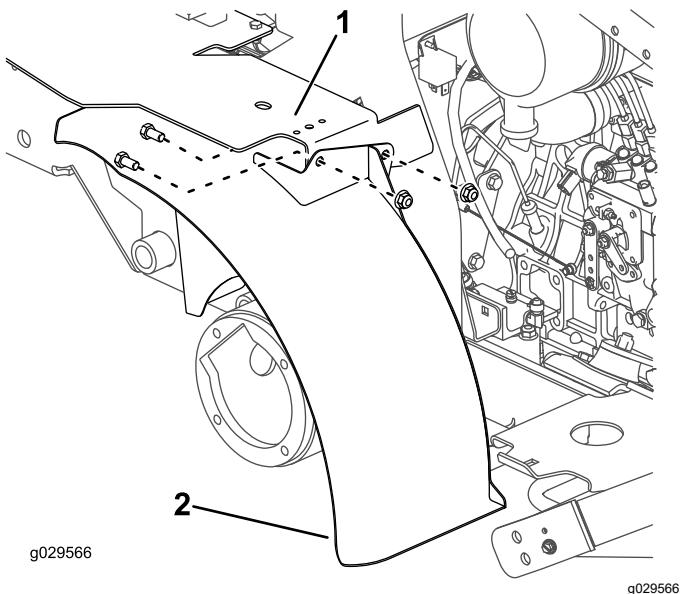

Figura 24
- Montate, senza fissarla saldamente, la staffa della parte superiore del parafango sinistro sulla staffa del serbatoio del carburante con 2 bulloni (3/8 x 3/4 poll.) e 2 dadi (3/8 poll.), come illustrato nella Figura 24.